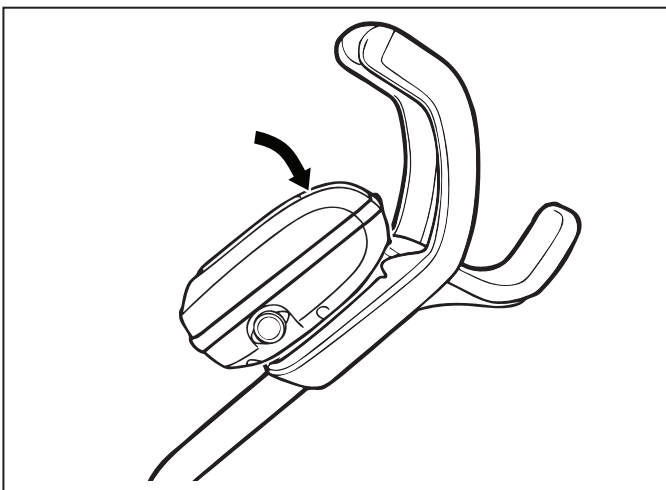

Figura 9. Sujete la caja de control al carrito
2. Presione la caja de control contra el gancho del carrito hasta que calce y quede en su sitio (Figura 9).